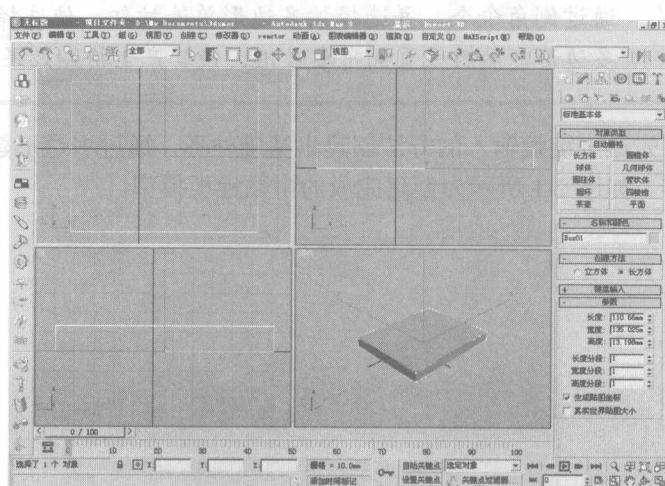

图 1-5 创建 Box01 对象
⑤ 打开“创建”面板下的“几何体”次面板，在该面板下的下拉列表框中选择“标准基本体”选项，在“对象类型”卷展栏中单击“长方体”按钮，然后在顶视图中创建一个长方体对象——Box01，如图 1-5 所示。